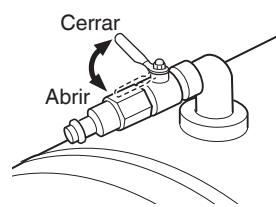

Fig. 6
- (1) Cierre la válvula de aire. (Fig. 6)
- (2) Conecte el compresor conectando la manguera de aire al acoplador macho de llenado de aire del tanque.
- (3) Conecte a la aplicación conectando la manguera de aire a los acopladoreos rápidos del tanque.
- (4) Abra la válvula de aire lentamente.